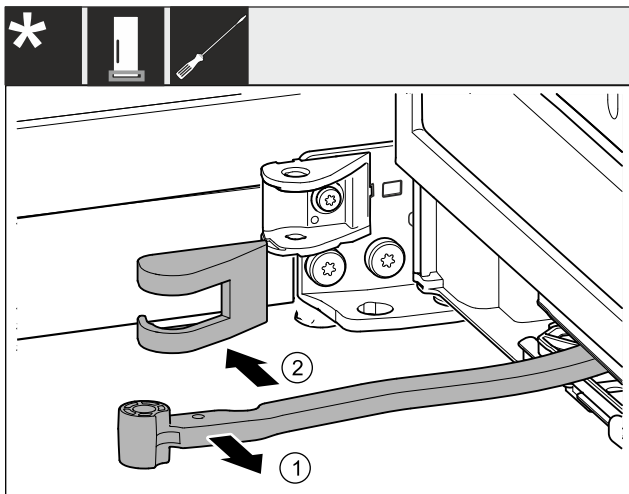

Fig. 6
- ▶ Поверніть шарнір у напрямку дверцят. Fig. 6 (1)
- ▶ Зніміть кришку опорного кронштейна. Fig. 6 (2)